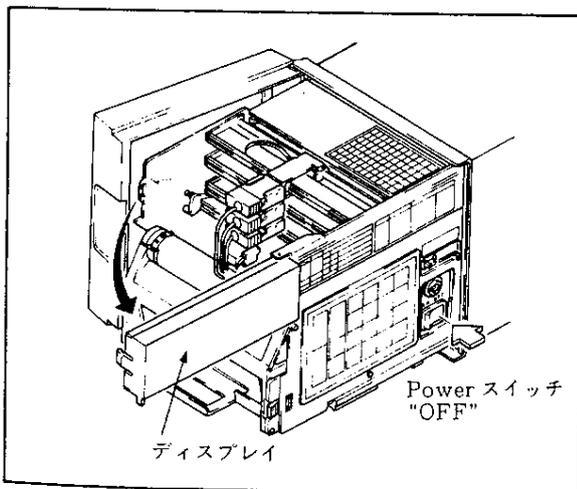

図 5.10
- (2) POWER スイッチを“OFF”にします。
(3) ディスプレイ部分を開きます (図 5.10)。